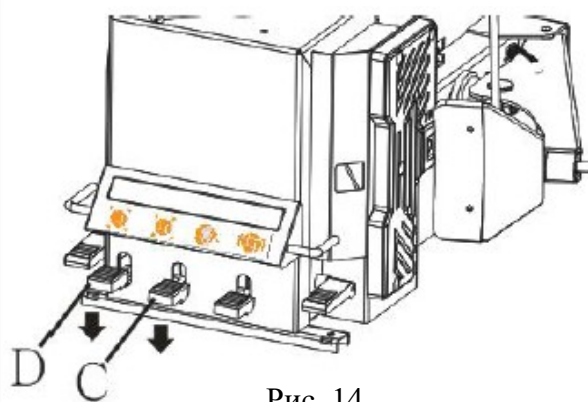

Рис. 14
- Нажмите педаль разжима кулачков С изнутри или нажмите педаль D для зажима обода снаружи (рис. 14)